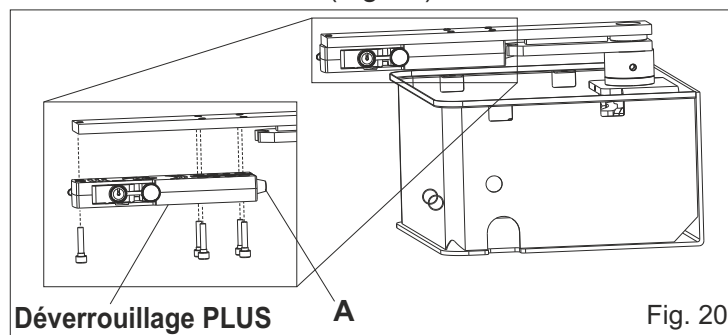

Fig. 20
6.2. Graisser le pivot d'accrochement (A) et monter le système de déverrouillage sous l'ensemble vantail, utilisant les 5 vis fournies (Fig. 20)